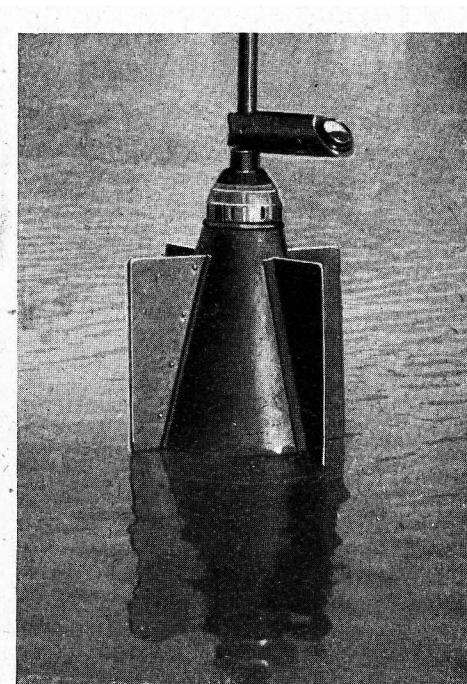

Abb. 11: FuG 302 schwimmend, mit Abtastgerät
- a) **Ort:** Um die Trimmung des Senders richtig ausführen zu können, ist es nötig, das FuG 302 im Meerwasser auszusetzen. Am günstigsten ist eine Stelle an der offenen Meeresküste. Dagegen kommen Stellen, an denen der Salzgehalt des Meerwassers durch Süßwasser, z. B. durch Flusszuläufe, verringert sein könnte, nicht in Frage (z. B. tief eingeschnittene Fjorde): Die Trimmung an dem schwimmenden FuG 302 läßt sich bequem mit Hilfe eines Schlauchbootes ausführen, vgl. Abb. 11. Vor dem Aussetzen des FuG 302 sind die beschriebenen Vorbereitungen an Land zu treffen.
der Antenne befestigt, Abb. 11. Das Stromabtastgerät mißt den magnetischen Schwund durch seine Schleifenfläche, der wiederum mit dem Strahlerstrom zusammenhängt. Das Schaltschema ist aus Anlage 1 a zu ersehen.